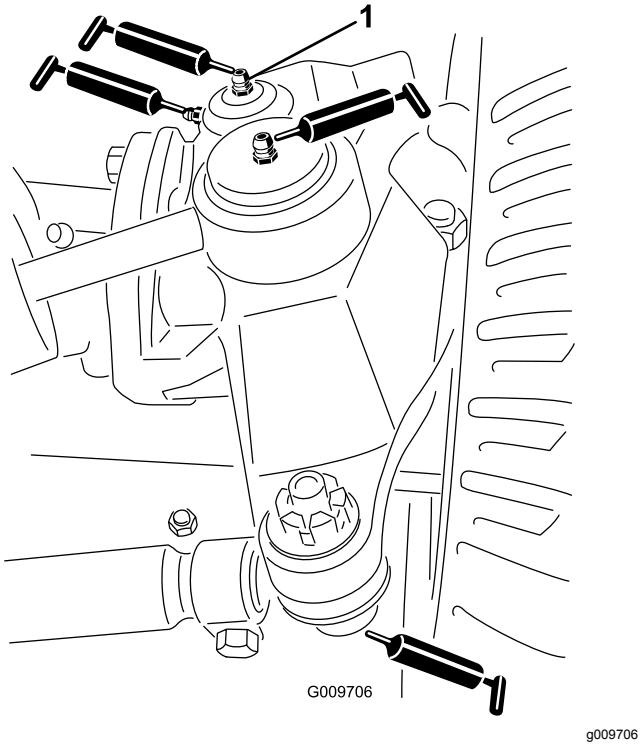

Figura 28
- Rótulas del cilindro de dirección (2) (Figura 28)